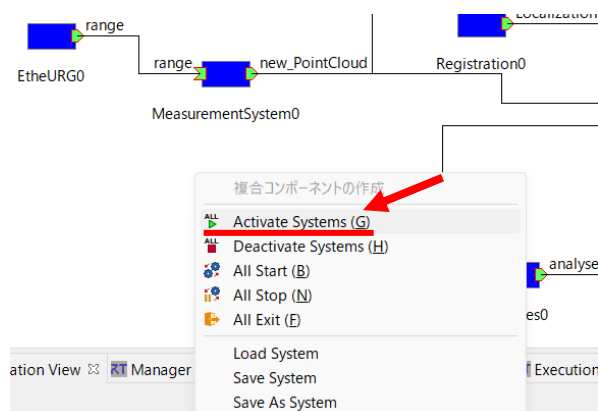
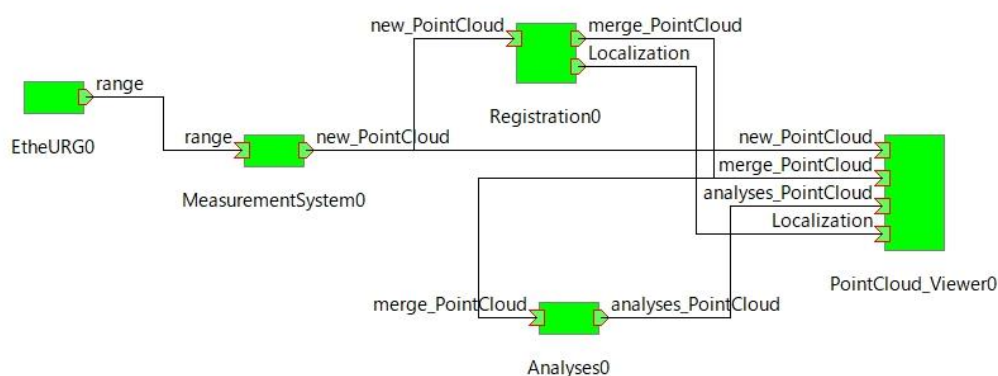

図 37 [System Editor]上の空白部分で[右クリック]し, 表示させた[ALL Activate Systems]
図 38 すべての RTC が有効となった状態
- ① 図 37 のように[System Editor]上の空白部分で[右クリック]し, [ALL Activate Systems]をクリックし, 図 38 のようにすべての RTC が有効になる。
- ② 図 38 のように MeasurementSystem RTC を[Activate]することで LiDAR による計測が開始される。また, 計測終了後に図 39 のようにコメントが表示されるため, この指示の通り MeasurementSystem RTC を[Deactivate]することで計測が 1 回終了する。再度計測する前に PointCloud\_View0 RTC を[Deactivate]することで, これらの RTC においてプログラムの実行が一度終了し, 計測と可視化を再度実行する準備ができる。